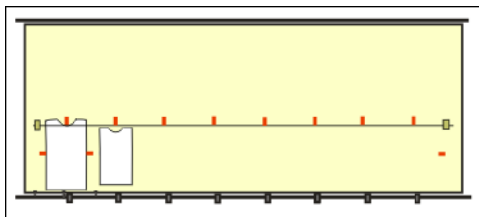

Imagen 523\_12
**12-** La altura de la marca superior con respecto al riel se emplea sólo si todas las prendas o piezas son de un mismo tamaño. Si las prendas son menores se debe disminuir en proporción esa distancia (Imagen 523\_12)